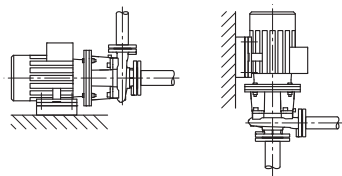

Fig. 41: Versioon BL
- Blokk-pumbad seeriast BL tuleb paigaldada piisavalt tugevale vundamendile või paigalduskronsteinile (Fig. 41). Tüübi BL pumpade puhul tuleb mootorit alates mootori võimsusest 18,5 kW toetada, vt BL paigaldusnäidised (Fig. 42).